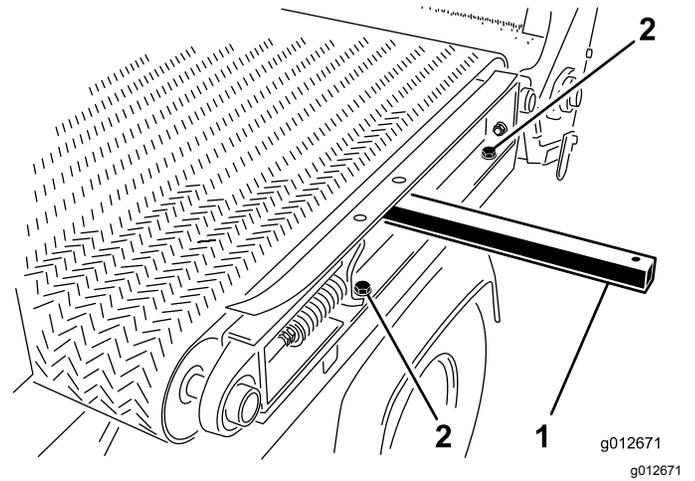

图28
5. 在机器左侧卸下将滑行机架轨道固定至左挡泥板上的2个平头螺丝和2个垫圈图28。
1. 将提升杆插入滑行机架轨道左侧的孔中提起提升杆以轻微倾斜机架轨道请参阅 拆除滑行滚道 (页码 18) 中的图28。